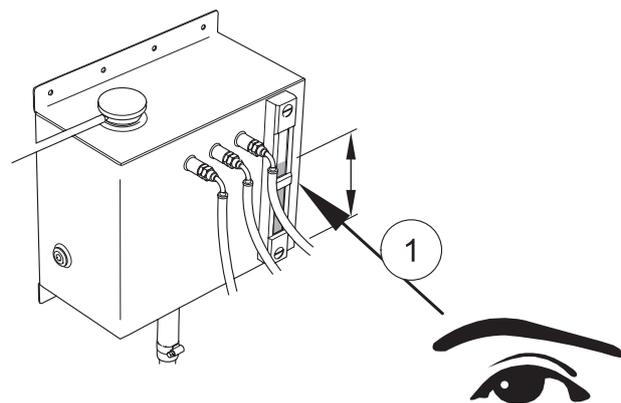

Abbildung 41
- 8 Prüfen Sie den Kühlmittelstand im Schauglas (1), siehe Abbildung 41.